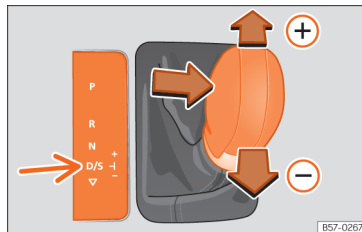

Fig. 90 Alavanca seletora na posição Tiptronic
- Empurre a alavanca para a frente (+) ou para trás (-) para engrenar uma mudança mais alta ou mais baixa »» Fig. 90.